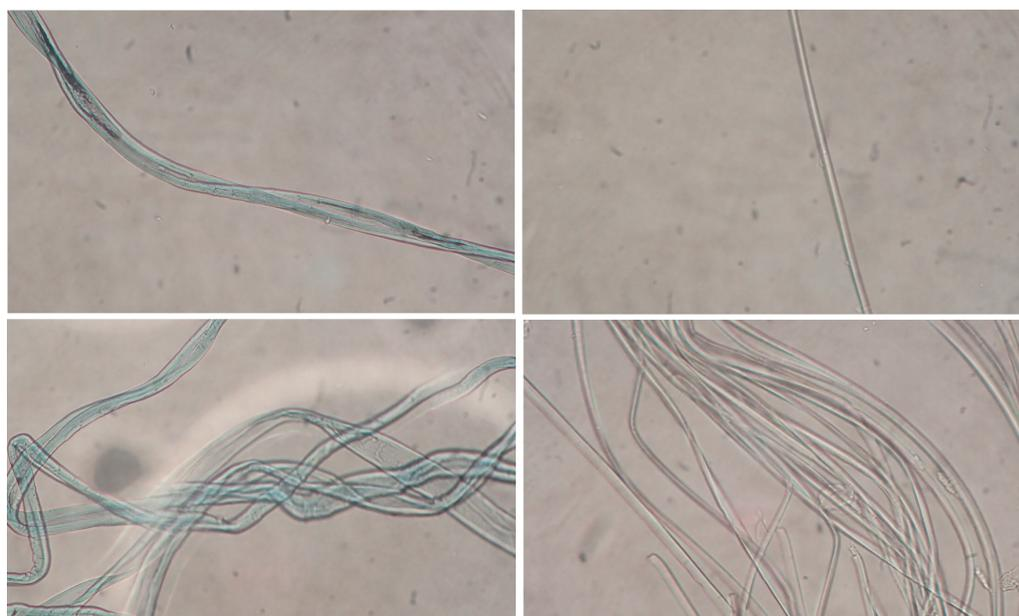

Figura 2: Fibra de algodão (esquerda) e fibra de poliéster (direita) observadas ao microscópio.
- Outro teste possível de ser realizado é a observação das fibras ao microscópio (Figura 2). Fibras de poliéster são tubos lisos, geralmente translúcidos em seu interior, com parede lisas e muito bem definidas. Já as fibras de algodão são achatadas, apresentam-se geralmente retorcidas, o seu interior pode conter pigmentação e as suas paredes apresentam muitas imperfeições e dobras.